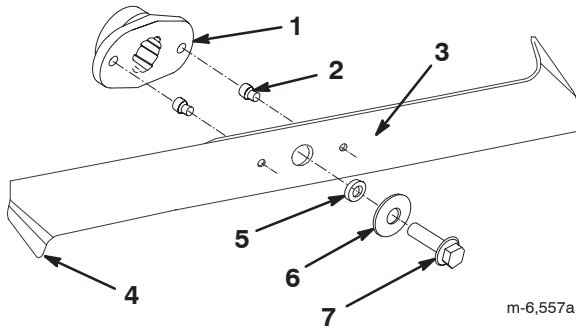

Figure 32
2. Inspectez les tranchants des lames (Fig. 32). Si elles ne sont pas tranchantes ou si elles présentent des indentations, déposez et aiguisiez les lames (voir Aiguisage des lames, page 32).
3. Inspectez les lames, surtout les bords recourbés (Fig. 32). Si vous remarquez que les lames sont usées ou endommagées à ces endroits, remplacez-les immédiatement.
4. Si les goupilles de cisaillement sont cassées, remplacez-les immédiatement (Fig. 32).
3. Enlevez les boulons, les rondelles et les lames (Fig. 32). Pour enlever le boulon, bloquez la lame en introduisant une cale en bois entre chaque lame et le carter de tondeuse.
1. Installez les lames, les rondelles et les boulons de fixation (Fig. 32).